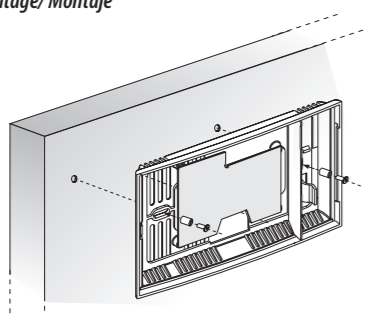
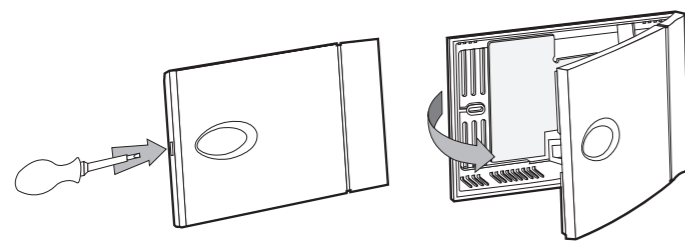

Fig.1
Fig.2
Per l'apertura della sonda si procede come indicato (fig. 2) e per il montaggio come in fig. 1:
Avvertenza: per non danneggiare il sensore e le connessioni durante il montaggio e per evitare la messa a terra della schermatura del sensore si consiglia l'uso dei distanziali (fig. 1).
- To open the probe, proceed as shown (Fig. 2); for assembly see Fig. 1:
- Warning: to avoid damaging the sensor and the connections during assembly and avoid earthing the shield of the sensor, spacers are recommended (Fig. 1).